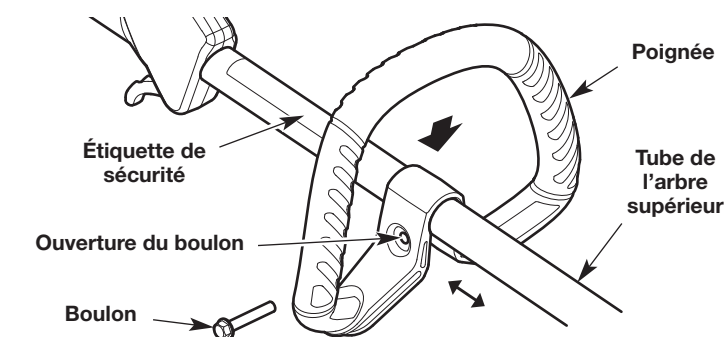

Fig. 6
1. Poussez le manche sur le tube supérieur de l'arbre (Fig. 6). Assurez-vous que l'ouverture du boulon font face vers la droite (Fig. 6).
2. Insérez le boulon dans son trou et poussez-le à travers (Fig. 6). Serrer la boulon avec un tournevis à tête plate, mais ne pas serrer la boulon complètement.
3. Maintenez l'unité en position d'utilisation (Fig. 15). Déplacez le manche vers le haut ou le bas sur le tube supérieur pour trouver une position confortable (Fig. 6). S'assurer que la poignée est placée au-delà de l'extrémité de l'étiquette de sécurité (Fig. 6).
1. Desserrer le boulon avec un tournevis à tête plate (Fig. 6).
2. Maintenez l'unité en position d'utilisation (Fig. 15). Déplacez le manche vers le haut ou le bas sur le tube supérieur pour trouver une position confortable (Fig. 6). S'assurer que la poignée est placée au-delà de l'extrémité de l'étiquette de sécurité (Fig. 6).